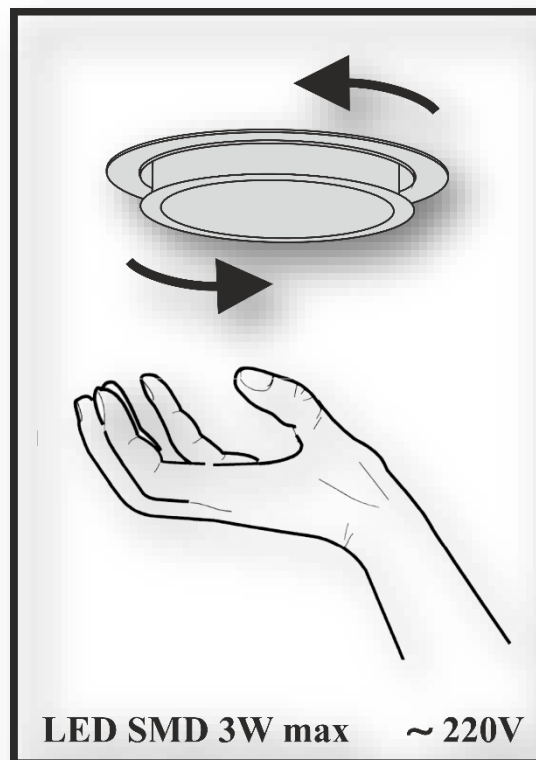

Рис.8
7.12 На вытяжке установлении **LED SMD** лампы подсветки рабочей зоны плиты. Перед началом замены ламп освещения необходимо отключить вытяжку от электросети, дать возможность охолонуть лампам. Для замены лампы необходимо снять алюминиевый фильтр, отжать держатель патрона так, чтобы лампа вышла из корпуса вытяжки и повернуть ее против часовой стрелки (**рис.8**). Вместо нее необходимо установить новую с теми же характеристиками и установить фильтр.